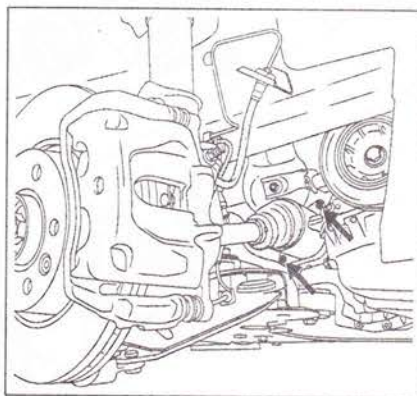

Рис. 5.31. Снимите фланец промежуточной опоры.
4. Снимите фланец промежуточной опоры (рис. 5.31).